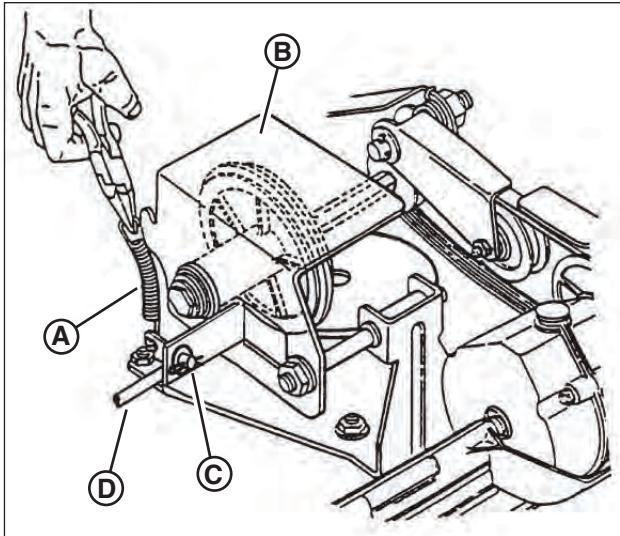

Figure 27 : Réglage du disque entraîné
- Enlever le ressort du disque entraîné (**A**, **Figure 27**) de l'ensemble disque entraîné (**B**). Enlever aussi la goupille et la rondelle (**C**) de la tige de transfert (**D**), et enlever l'extrémité de la tige de transfert de l'orifice dans l'ensemble disque entraîné.
- Enlever la goupille et la rondelle (**C**, **Figure 27**) de la tige de transfert (**D**), et enlever l'extrémité de la tige de transfert de l'orifice dans l'ensemble disque entraîné.